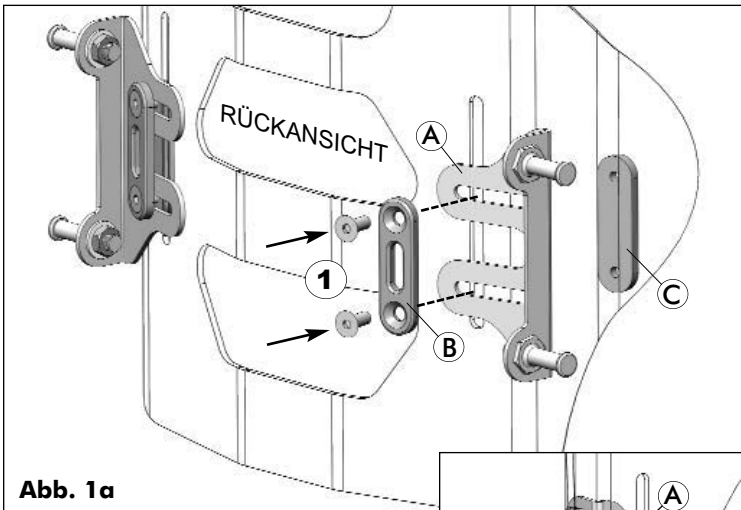

Abb. 1a
- Richten Sie die Unterlegscheibe (**B**) mit den Schlitten in der Montagehalterung (**A**) aus und setzen Sie die Schrauben durch beide Bauteile (**1**) ein (siehe **Abb. 1a** (S. 18)).